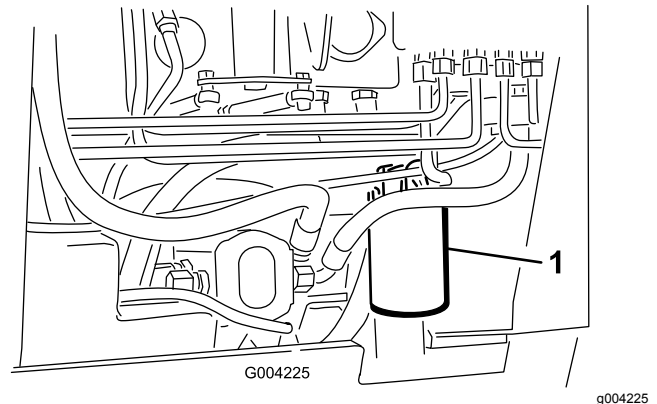

Figura 60
4. Coloque un recipiente debajo del filtro (Figura 60).
5. Retire el filtro usado (Figura 60) y limpie con un paño la superficie de la junta del adaptador del filtro.
7. Instale el filtro hidráulico nuevo en el adaptador del filtro (Figura 60). Apriete el filtro en el sentido de las agujas del reloj hasta que la junta de goma entre en contacto con el adaptador del filtro, luego apriete el filtro $\frac{3}{4}$ de vuelta más.